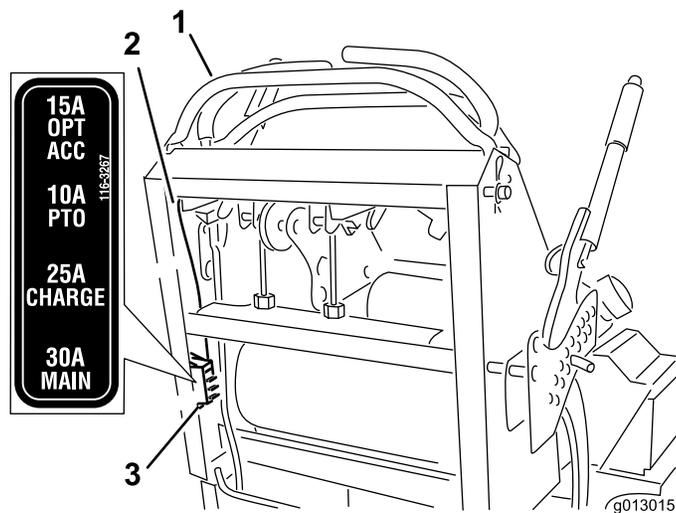

Figura 53
2. Puxe o fusível para fora para o retirar e substitua-o (Figura 53).